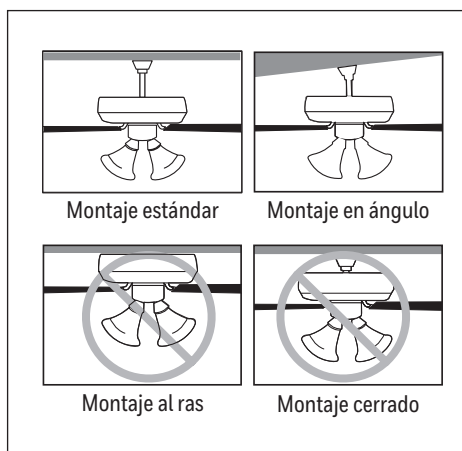

Figura 1.2
2. Seleccione una de las siguientes opciones de montaje (Figura 1.2):